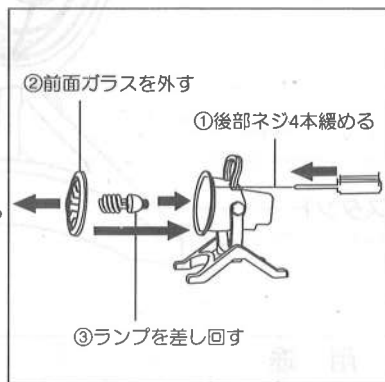

図2
■ランプの取り付け方法 (図2参照)
- ① 後部ネジ4本を緩めて下さい。
- ② 前面ガラスを外して下さい。
- ③ ランプロ金を差し回し確実に取付けて下さい。
- ④ 前面ガラスを元の位置に合わせ、ネジ4本を締め付けて下さい。